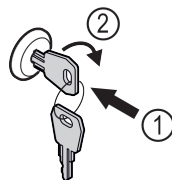

Fig. 104
- ▶ Inserire la chiave Fig. 104 (1).
- ▶ Ruotare la chiave di 90° in senso orario Fig. 104 (2).